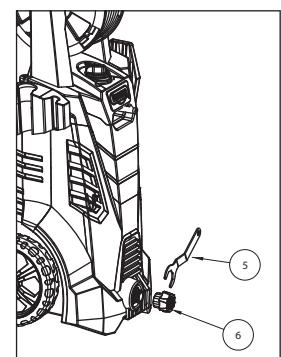

Figure 15 - Fixer le raccord de l'arrivée d'eau dans l'unité
- Fixer le raccord de l'arrivée d'eau (6) dans l'unité en utilisant une clé (5). Voir la figure 15. (PW190200 seulement).